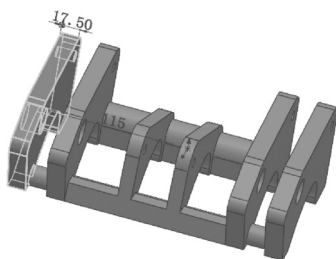

图 8-34 选择需要修改的特征 1
2) 单击 FeatureManager 设计树中的“拉伸 1”作为要修改的特征，视图中该特征被亮显，如图 8-34 所示，同时，出现该特征的修改控标。